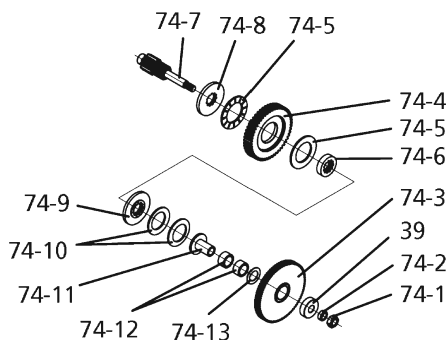

Figure 6 – Assemblage de L'embrayage limite de surcharge
4. Serrez l'écrou de blocage hexagonal, en tournant dans le sens horaire. (figure 6 réf. N °74-1) composants, et l'échec du palan.